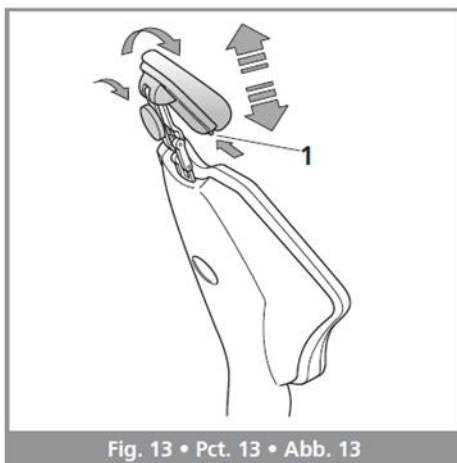

Fig. 13 • Pct. 13 • Abb. 13
- В случае дополнительного пневматического подголовника «Bios» (рис. 13) нажмите и удерживайте кнопку подголовника, чтобы разблокировать его, и отпустите, чтобы заблокировать его.